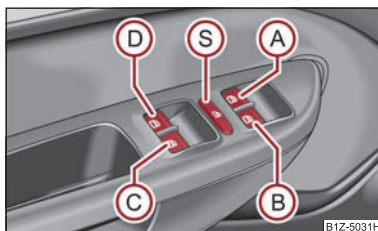

Abb. 33 Tasten in der Fahrertür
Die Tasten für die einzelnen Fenster befinden sich in der Armlehne der Fahrertür → Abb. 33, Beifahrertür und in den hinteren Türen → Seite 46.
Sie können durch Drücken des Sicherheitsschalters (S) → Abb. 33 die Tasten der Fensterheber in den hinteren Türen außer Funktion setzen. Durch wiederholtes Drücken des Sicherheitsschalters (S) sind die Tasten der Fensterheber in den hinteren Türen wieder in Funktion.
- Werden auf den Rücksitzen Kinder befördert, wird empfohlen, die elektrischen Fensterheber der hinteren Türen außer Funktion zu setzen (Sicherheitsschalter) (S) → Abb. 33.